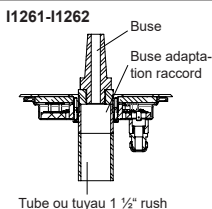

Fig. 1
3.1 - Projecteur sur le tuyau (Fig.1):